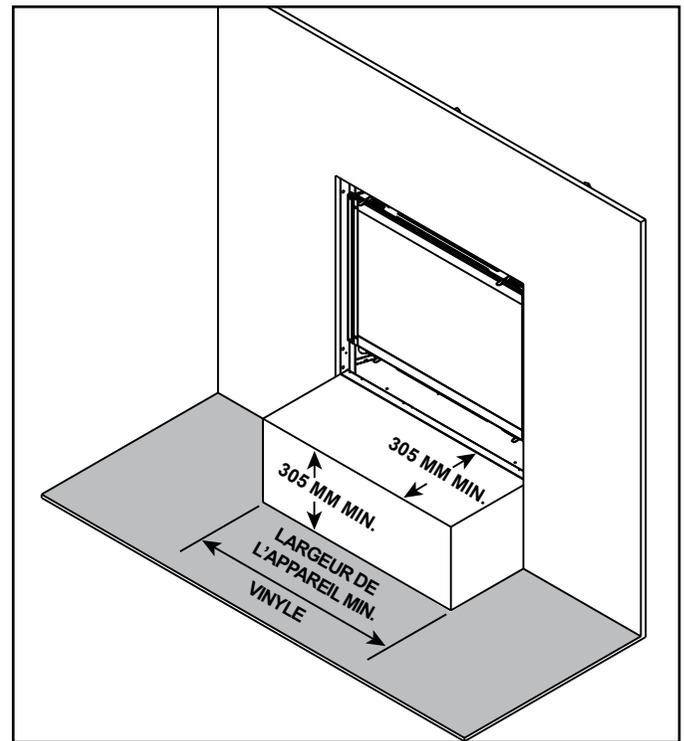
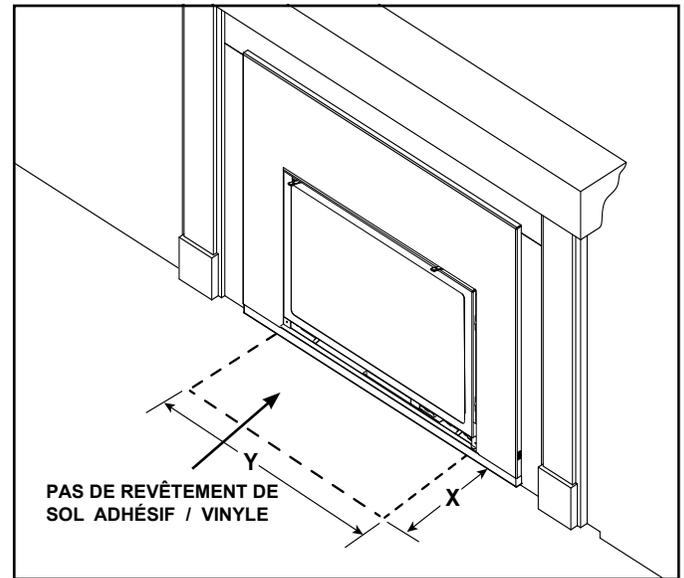

Figure 3.20 Recommandations pour les parements en vinyle
Figure 3.21 Âtre - Exception sur les matériaux inflammables
- Le plancher inflammable peut être situé devant l'appareil. Figure 3.20 Recommandations pour les parements en vinyle
Les revêtements de sol en vinyle sont sensibles à la chaleur. Pour éviter d'endommager le revêtement de sol en vinyle, il est recommandé d'utiliser un foyer d'au moins 30 cm x 30 cm lorsque le revêtement de sol en vinyle est posé jusqu'au mur. Voir la figure 3.20. Si aucun socle n'est utilisé, il est recommandé de laisser un espace libre d'au moins 24 pouces entre l'appareil et le revêtement de sol en vinyle OU de surélever le bas de l'appareil d'au moins 24 pouces par rapport au sol afin de pouvoir installer le revêtement de sol en vinyle jusqu'au mur. Voir la figure 3.21.